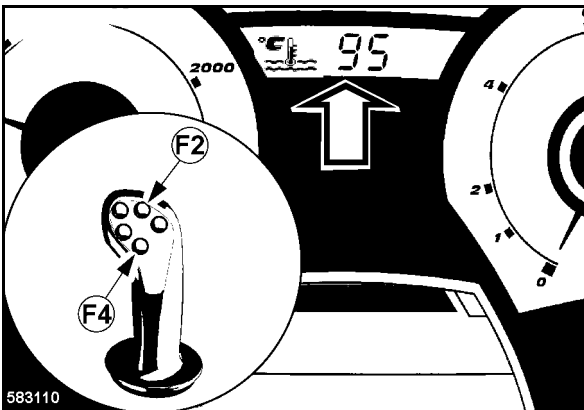

Fig. 90
- Cambiar con las teclas de función F2 ó F4 (Fig. 90) entre indicación de hora e indicación de la temperatura del medio refrigerante.